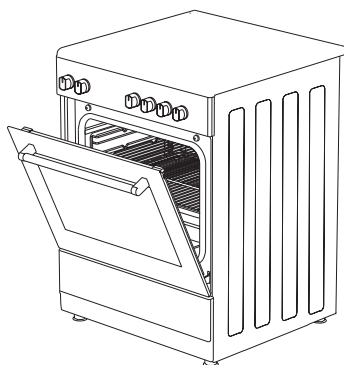

Figure 30
3. Placez le panneau de sécurité sous le panneau de commande en ouvrant la vitre avant du four. (figure 30)